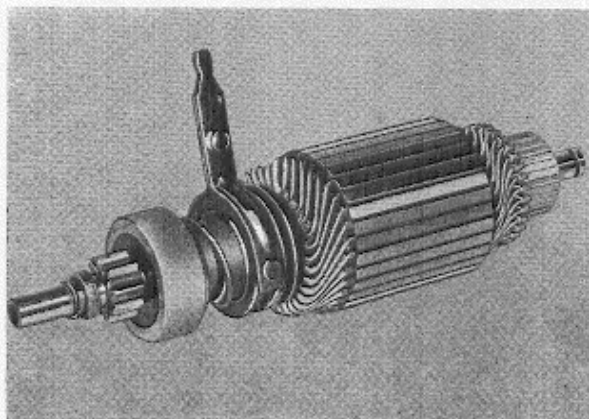
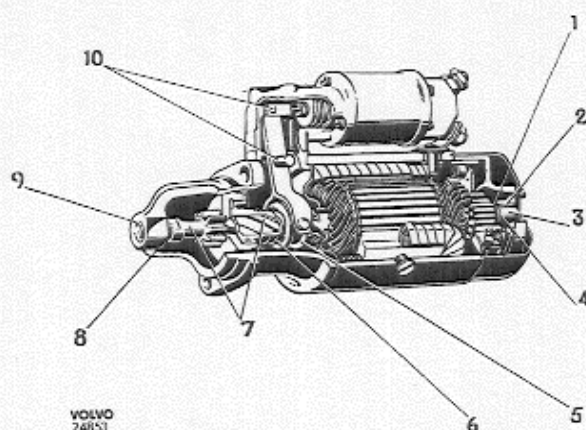

Fig. 3-40. Anker met tandwiel
Fig. 3-52. Smeerschema voor startmotor
12. Schuif het anker met het tandwiel uit het lagerschild, zie Fig. 3-40.
1. Monteer het startertandwiel op de ankeras en monteer dan de ringen en de borgveer overeenkomstig Fig. 3-40. Smeer de ankeras overeenkomstig de voorschriften in Fig. 3-52.